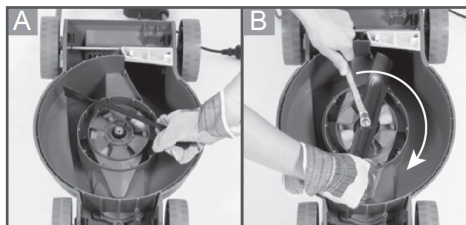

Рис.6 Установка ножа
1. Установите нож (Рис.6А).
3. Удерживайте нож твердо одной рукой, затяните гаечным ключом болт крепления ножа по часовой стрелке (Рис.6В).